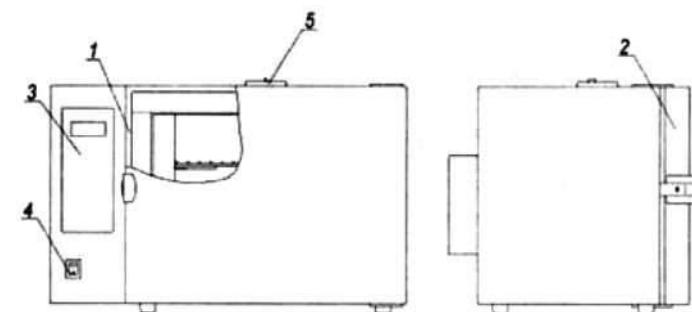
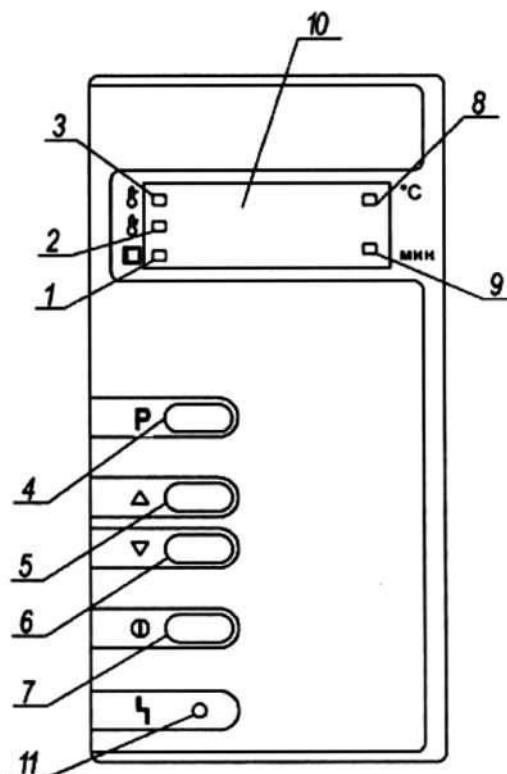

Рисунок 1 - Стерилизаторы ГП МО. Общий вид
Рисунок 2 - Расположение органов управления стерилизатором на блоке управления
1.4.1 Общий вид стерилизатора представлен на рис. 1 и 2.
Установить выключатель (поз.4, рис. 1) в положение "I". На блоке управления загорится индикатор (поз.8, рис. 2), информационное табло (поз.10, рис.2) показывает текущую температуру в стерилизационной камере.
Для выбора программы стерилизации нажать на кнопку "P" (поз.4, рис.2) и выбрать нужную программу путем нажатия на одну из кнопок "Δ", "V" (поз.5, 6, рис.2).
Для запуска выбранной программы кратковременно (не более 2 сек) нажать на кнопку "①" (поз.7, рис. 2). Стерилизатор перейдет в фазу "ПОДГОТОВКА". Информационное табло индицирует изменение температуры в камере. Происходит нагрев до установленного значения температуры.
"СТЕРИЛИЗАЦИЯ". Включается светодиодный индикатор "СТЕРИЛИЗАЦИЯ" (поз.3, рис. 2), информационное табло попеременно индицирует время выдержки и текущую температуру в камере. Происходит выдержка при заданной температуре, по истечении которой стерилизатор переходит в фазу "ОХЛАЖДЕНИЕ",
В фазе "ОХЛАЖДЕНИЕ" индикатор продолжает показывать изменение температуры в камере и горит индикатор "ОХЛАЖДЕНИЕ" (поз 2,рис. 2). Температура в камере падает. При понижении температуры до 75°C гаснет индикатор "ОХЛАЖДЕНИЕ", загорается индикатор "ВЫГРУЗКА" (поз.1, рис. 2) и звучит прерывистый звуковой сигнал, который выключается через 1 минуту.
2.3.3 Установить выключатель (поз.4, рис. 1) в положение "I". На блоке управления загорится индикатор (поз.8, рис. 2), информационное табло (поз.10, рис.2) показывает текущую температуру в стерилизационной камере.
6 алгоритм управляющей программы стерилизатора заложена возможность автоматического запуска прерванной (в результате кратковременного пропадания питающего напряжения) программы. Если после включения произошел автоматический запуск программы, то для ее остановки необходимо нажать на кнопку (R (поз.7, рис.2) и удерживать в течение 3 секунд.
Программа запоминает в энергонезависимой памяти номер последней программы, запущенной на исполнение. Для ее повторного запуска можно сразу нажать на кнопку "(R" (поз.7, рис. 2), не производя перебор программ,
2.3.2 Для запуска выбранной программы кратковременно (не более 2 сек) нажать на кнопку "(R" (поз.7, рис. 2). При этом включится вентилятор принудительной циркуляции воздуха внутри стерилизационной камеры и стерилизатор переходит в фазу "ПОДГОТОВКА", Информационное табло индицирует изменение температуры в камере. Происходит нагрев до установленного значения температуры.
При необходимости запущенную программу можно остановить, нажав на кнопку **STOP** (поз. 7, рис.2) и удерживать в течение 3 секунд. Эту остановку можно выполнить в любой фазе стерилизации.
2.3.3 При достижении заданной температуры стерилизатор переходит в фазу "СТЕРИЛИЗАЦИЯ". Включается светодиодный индикатор "СТЕРИЛИЗАЦИЯ" (поз.3, рис. 2), информационное табло попеременно индицирует время выдержки и текущую температуру в камере. Происходит выдержка при заданной температуре, по истечении которой стерилизатор переходит в фазу "ОХЛАЖДЕНИЕ"
2.3.5 При понижении температуры до 75°C гаснет индикатор "ОХЛАЖДЕНИЕ", загорается индикатор "ВЫГРУЗКА" (поз.1. рис. 2) и звучит прерывистый звуковой сигнал, который выключается через 1 минуту.